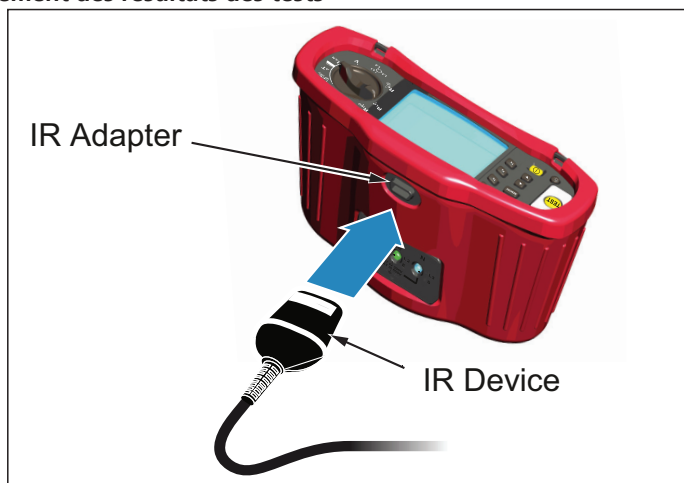

Figure 23. Connexion de l'adaptateur IR
2. Branchez l'adaptateur IR et l'appareil au testeur (voir Figure 23).